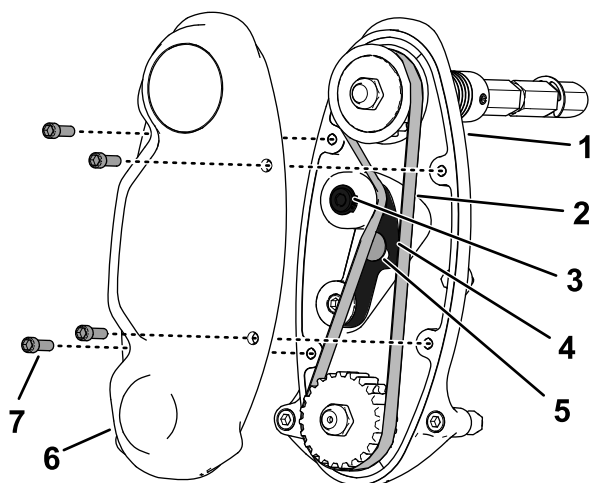

図 17
1. ベルトカバーを外してベルトを露出させる 図 17。
2. アイドラームボルトをゆるめてアイドラーム 図 17 を回してベルトの張りをなくす。
3. ベルトを取り外す 図 17。
6. ベルトを取り付け、図 17 に示すアイドラームの内側六角部に 4-5 N·m 0.4-0.45 kg·m = 35-40 in-lb のトルクを掛ける。